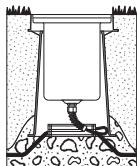

Abb. 1
- 1) In Park- und Gartenanlagen (**Abb. 1**)